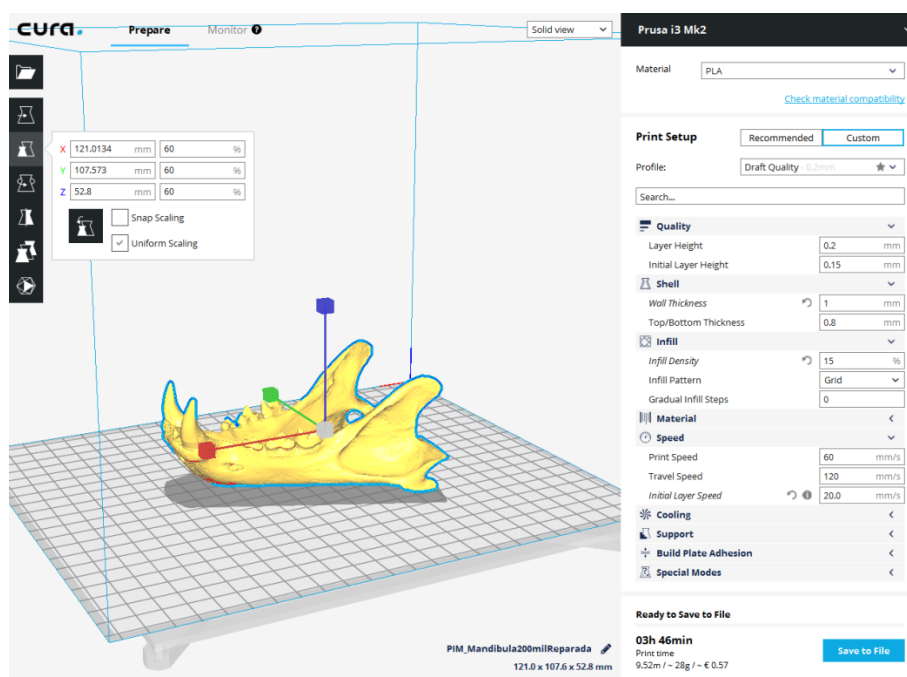

Figura 22: Configurazione e parametri del modello su Cura. [86]
- [34] Figura 22: Differenti tipologie di strutture di supporto. Fonte: http://www.reppersdelight.spacymen.com/public/RD_images/MeshMixer_support3.jpg